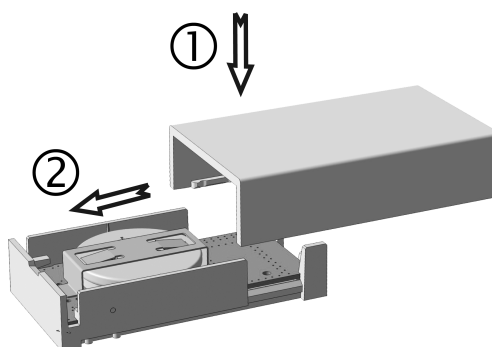

Bild 6: Stänga kapslingen
- Sätt tillbaka locket och skjut ihop kapslingen tills den hakar i (Bild 6). Enheten är driftklar.